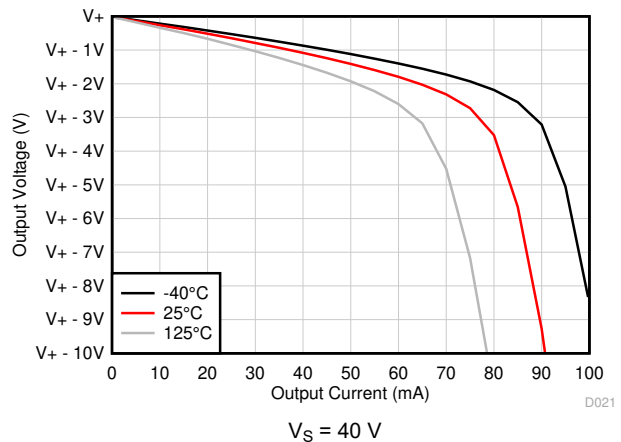

图 6-12. 输出电压摆幅与输出电流 (拉电流) 间的关系
- 在高电源电压下，将 TLV936x 突然短接至 $1/2 V_S$ 或接地会导致快速热关断。如果根据图 6-12 避免了快速热关断，则可实现大于 I_{SC} 的输出电流。